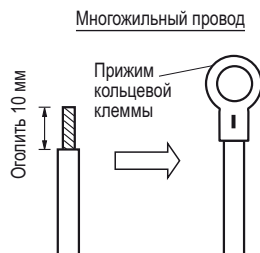

Рис.4-7
(1) Отрежьте конец провода с помощью кусачек, затем удалите изоляцию, чтобы оголить примерно 10 мм многожильной проводки, и надежно скрутите концы провода. (Рис. 4-7)